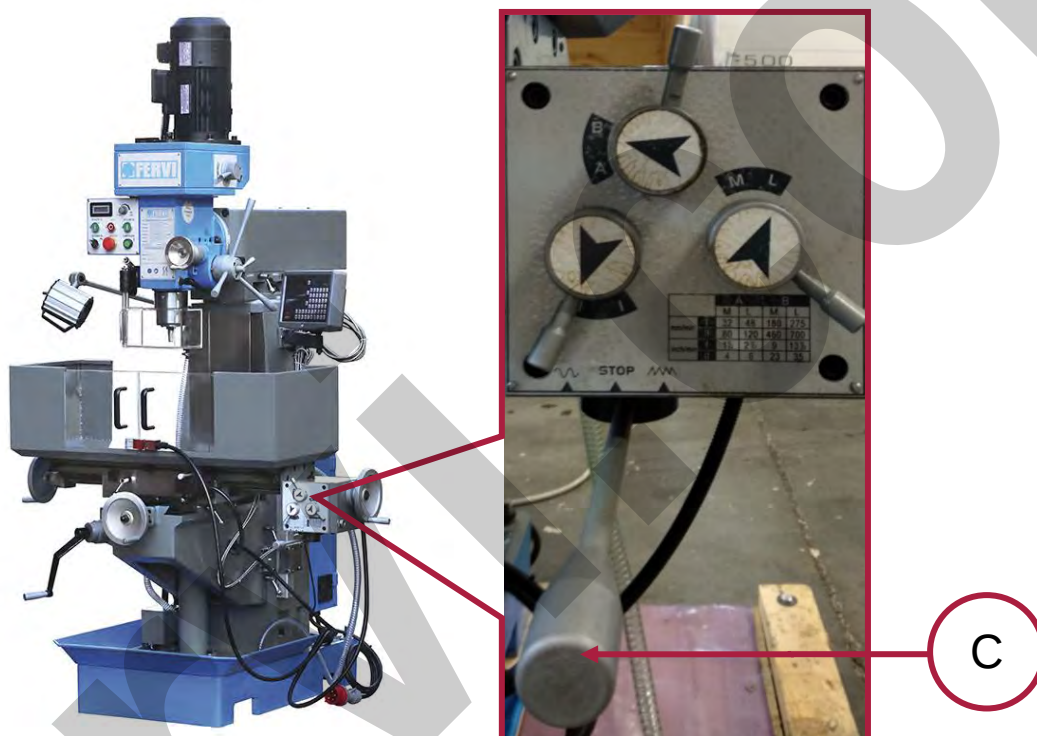

Figura 10 - Leve di regolazione della velocità di avanzamento longitudinale della tavola.
3. Posizionare le tre leve in Figura 10 secondo la configurazione corretta.
4. Spostare la leva C in Figura 10 verso sinistra o verso destra in funzione del tipo di spostamento da effettuare, se a vuoto o di lavorazione rispettivamente (vedere Figura 5).